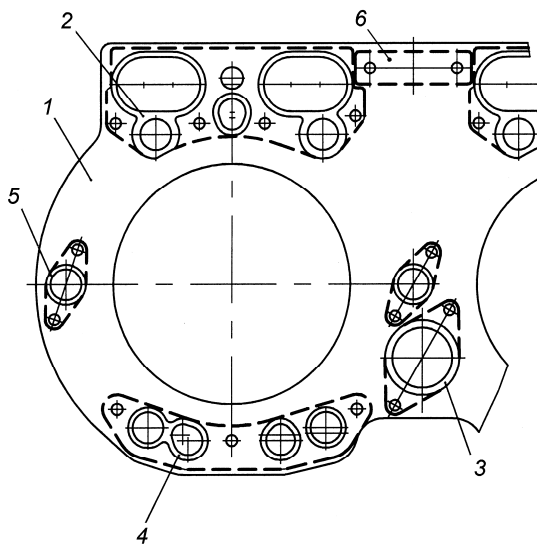

Рис. 7. Схема установки уплотнителей в металлическую прокладку:
1. Головки цилиндров двигателей ЯМЗ-238БЕ2, ЯМЗ-238ДЕ2 блочные на четыре цилиндра каждая. Привалочная к блоку цилиндров поверхность головки шлифована и имеет в зоне уплотнения гильз цилиндров кольцевые проточки. Уплотнение стыка головки цилиндров, блока и гильзы осуществляется прокладкой, состоящей из единой металлической прокладки на четыре цилиндра, уплотняющей газовый стык, и вставных, удерживаемых шпильками, резиновых уплотнительных элементов, уплотняющих масляные, водяные и штанговые проходы. Уплотнительные элементы пяти видов в количестве 19 шт. на прокладку (рис. 7).